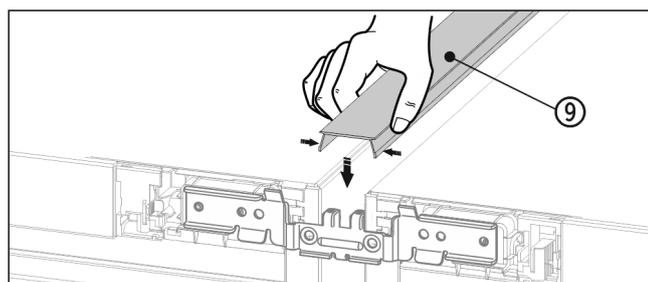

Fig. 26
- ▶ 在表面，将短护板条 Fig. 26 (9) 压入水平缝隙中。